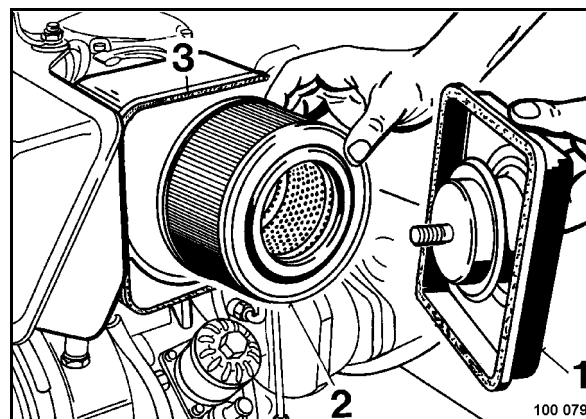

Fig. 69
- Colocar el filtro de aire (2) (Fig. 69).
- Comprobar la superficie de contacto (3) en la carcasa.